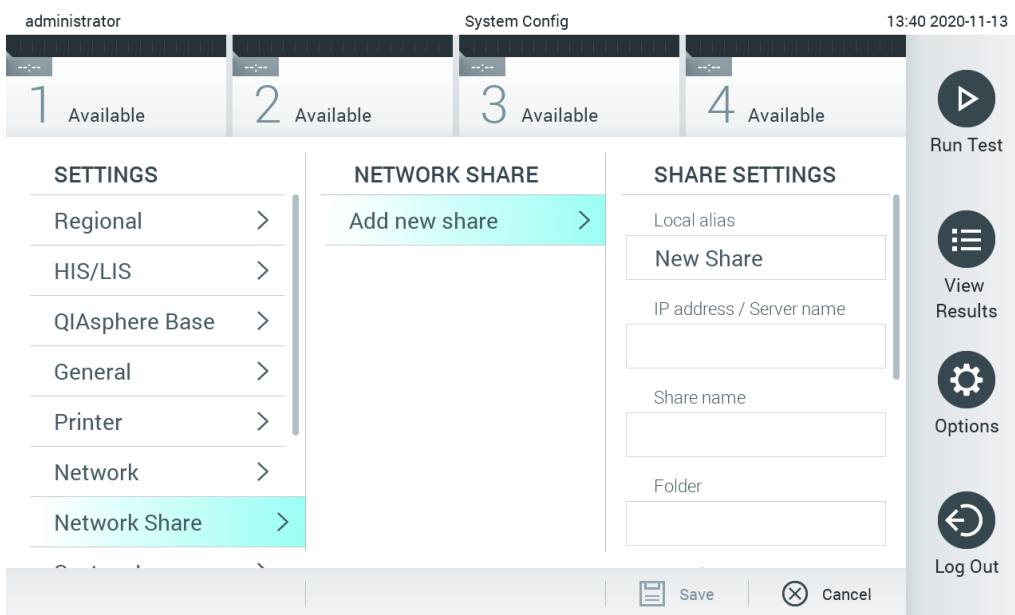

Figura 76. Adăugarea unei partajări de rețea.
3. Apăsați butonul **Add new share** (Adăugare partajare nouă) (Figura 76).